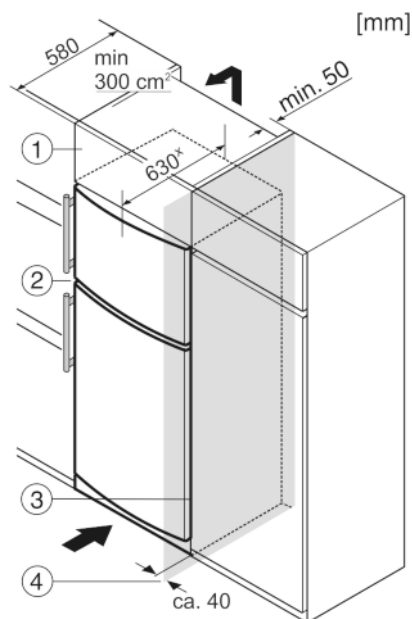

Fig. 7
Устройство может быть окружено предметами кухонной обстановки. Чтобы уравнивать устройство Fig. 7 (2) по высоте с кухонной стенкой, можно установить над устройством соответствующий дополнительный шкафчик Fig. 7 (1).
При комбинировании с кухонными шкафами (глубина макс. 580 мм) устройство можно установить непосредственно рядом с кухонным шкафом Fig. 7 (3). Устройство выступает сбоку на 34 мм^x и по центру на 50 мм^x относительно передней стенки кухонного шкафа.
Если устройство установлено на шарнирах у стены Fig. 7 (4), то расстояние между устройством и стеной должно быть не менее 40 мм. Настолько выступает ручка при открытой дверце.